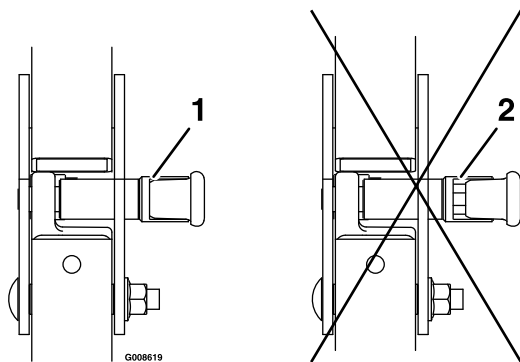

Figure 9
1. Levez l'arceau de sécurité à la position d'utilisation et tournez les boutons de sorte à les déplacer partiellement dans les rainures (Figure 9).
2. Redressez complètement l'arceau de sécurité tout en poussant sur la partie supérieure; les goupilles s'engagent en position quand les trous sont en face (Figure 9).
3. Appuyez sur l'arceau de sécurité et vérifiez que les deux goupilles sont engagées (Figure 9).